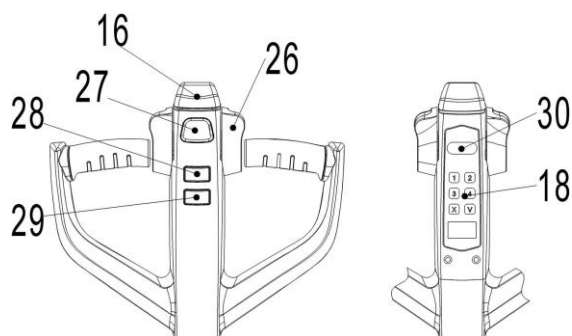
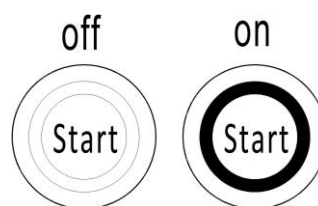
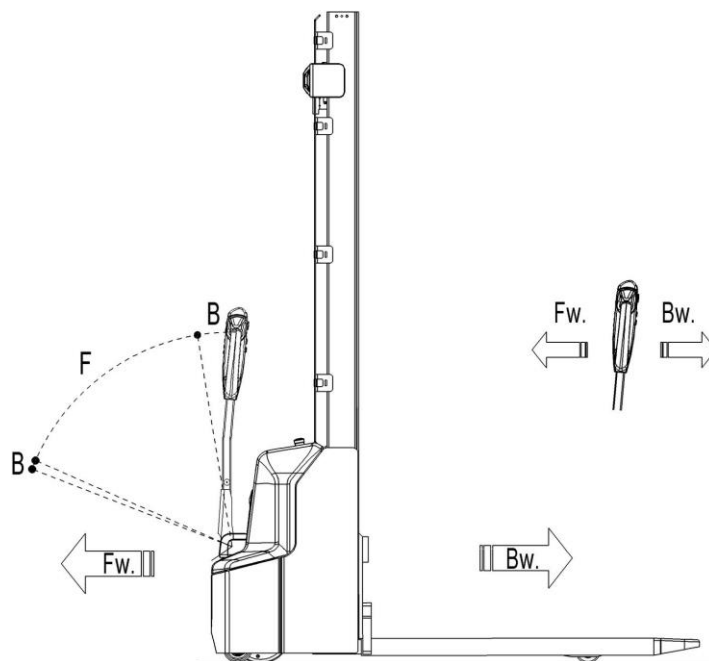

Рис.7: Рукоятка управления
Рис.8: Замковый выключатель
Рис. 11: Направления движения
на PSE12B: необходимо проверить, что аварийная кнопка (рис.1, поз. 20) отжата, при необходимости аккуратно потяните ее вверх. Затем введите пароль на ПИН-панели и нажмите кнопку «√». Нажмите на кнопку звукового сигнала (рис. 7, поз. 27) для проверки работы предупреждающего сигнала.
на PSE12N: необходимо проверить, что аварийная кнопка (рис.1, поз. 20) отжата, при необходимости аккуратно потяните ее вверх. Затем нажмите кнопку запуска (рис. 8), на ней загорится зеленый свет. Введите пароль на ПИН-панели и нажмите кнопку «√». Для активации также может быть использована карта доступа RFID. Нажмите на кнопку звукового сигнала (рис. 7, поз. 27) для проверки работы предупреждающего сигнала.
Подведите штабелер с опущенными вилами под поддон полностью. Нажмите и удерживайте кнопку подъема (Рис. 7, поз. 28) пока не достигните желаемой высоты подъема.
Если вилы штабелера находятся в стеллажном пространстве, необходимо осторожно отъехать от стеллажа с или без паллета. Во время движения необходимо удостовериться, что вилы не задевают стеллаж. Нажать и удерживать кнопку снижения (рис. 7, поз. 29). Опускать груз, пока вилы не освободятся от паллета, затем аккуратно отъехать от груза.
После включения и активирования штабелера на ПИН-панели переведите ручку управления в рабочее положение ('F', рис.11).
Отклоняйте маховики управления в нужном направлении «вперед» 'Fw' или «назад» 'Bw' (рис. 11).
Контролировать скорость передвижения можно с помощью маховиков (рис. 7, поз. 26) для достижения требуемой скорости.
На штабелере имеется кнопка замедленного ("черепашьего") хода для передвижения с пониженной скоростью. Нажмите кнопку замедленного хода (рис. 7, поз. 30) один раз, чтобы включить режим, поверните акселератор для движения на медленной скорости, и нажмите кнопку замедленного хода повторно, чтобы восстановить исходное состояние.
Нажмите кнопку замедленного хода (рис. 7, поз. 30) и удерживайте ее в течение 2 секунд, чтобы активировать функцию движения с ручкой управления, расположенной в вертикальном положении, при работе в ограниченном пространстве. Функция активна только при нажатой кнопке замедленного хода (для снижения скорости); отпускание кнопки замедленного хода приведет к немедленной остановке. Задействование
- Переключение маховиков управления (рис. 7, поз. 26) обратно в начальное положение или освобождение маховиков активирует систему торможения. Штабелер тормозит до полной остановки.
- При переключении маховиков управления (рис. 7, поз. 26) из положения «движение в одном направлении» в положение «движение в противоположном направлении», штабелер постепенно тормозит, пока не начнет движение в противоположном направлении.
- Штабелер тормозит, если ручку управления перевести в верхнее или нижнее положение к точкам торможения ('B', рис. 11). При отпускании рукоять управления автоматически возвращается в верхнее положение к точке торможения ('B', рис. 11). Штабелер будет тормозить, пока не остановится.
- Кнопка противоотката (безопасности) (рис. 7, поз. 16) защищает оператора от получения повреждений и травм. Если эта кнопка включена, штабелер притормаживает и/или начинает движение в противоположном направлении ('Bw', рис. 11) на небольшое расстояние и останавливается. Необходимо помнить, что эта кнопка действует, даже если штабелер не едет, но ручка управления находится в рабочем положении.